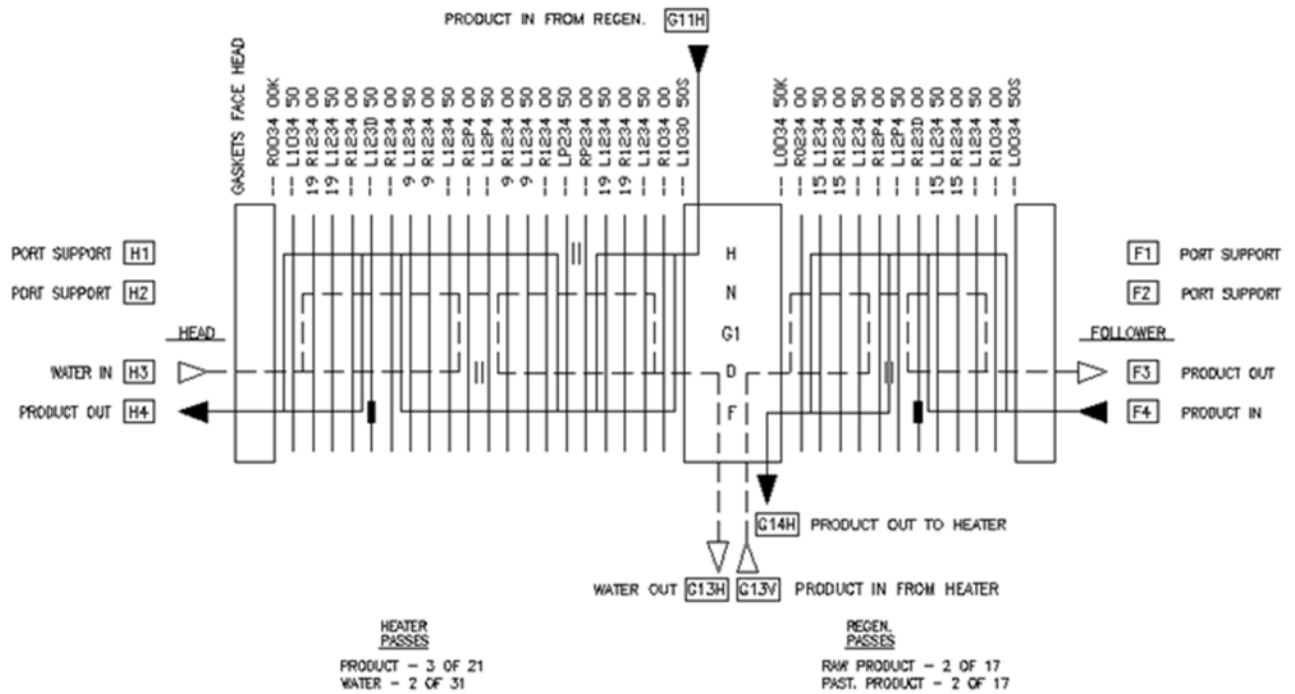

Figure 27 : Exemple de disposition en deux sections
La **Figure 27** montre un arrangement en deux sections avec des connexions sur la grille de la tête, du suiveur et du connecteur. Il montre également l'utilisation des codes spéciaux pour indiquer les plaques de drainage (D), les patins de support (P) et les plaques d'étanchéité (S) typiques de certaines plaques.